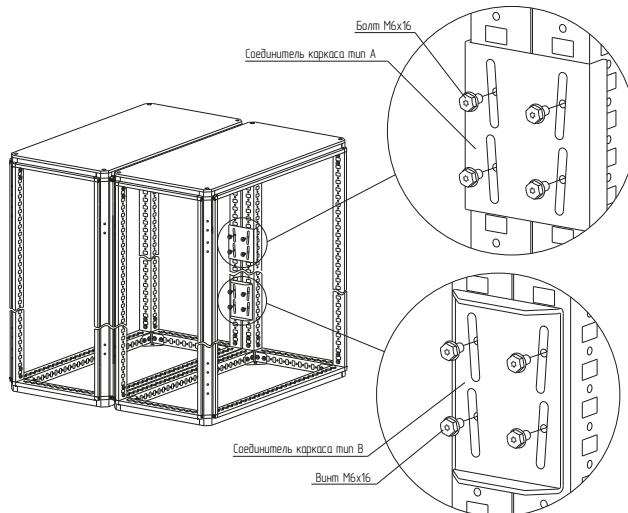

Рисунок 2
4.1.4 Установите соединительные пластины в местах, необходимых для стягивания каркасов, вкрутив по 4 болта самонарезающегося M6×16 в каждую пластину на 3 – 4 оборота (рисунок 2). Пластины должны быть равномерно распределены по высоте вдоль стоек каркаса.